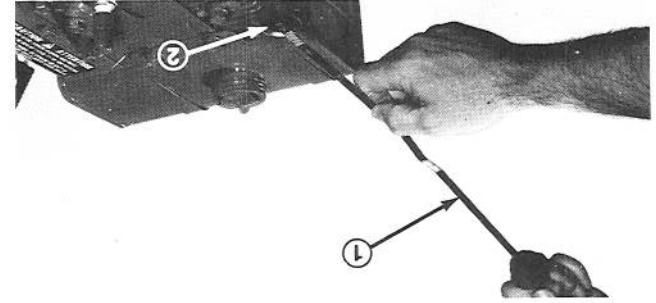

Figure 22
3. Enlevez la baguette-jauge du carter-moteur (Fig. 22).
4. À l'aide d'un entonnoir propre, versez lentement, environ 48 onces (1,42 l) d'huile dans le trou de remplissage (Fig. 22). Le moteur Briggs & Stratton utilise toute huile détergente de haute qualité répondant aux classes de service MS, SC, SD ou SE de l'API (American Petroleum Institute). Choisissez la viscosité de l'huile selon la température prévue du milieu. Les huiles recommandées sont les SAE 5W30 et 5W20, et un substitut acceptable est la SAE-10.